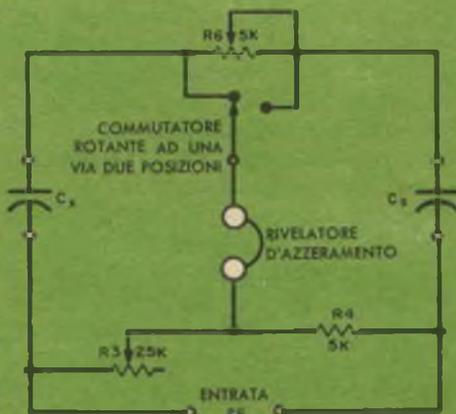

Fig. 4 - Un ponte di facile realizzazione con il quale è possibile ottenere una grande precisione.
**Costruzione di un ponte RC.** — Se desiderate costruire un ponte RC molto preciso per la misura di capacità, potrete seguire il circuito di *fig. 4*, per la cui alimentazione sarà necessario disporre di un oscillatore BF da 1.000 Hz, la cui tensione in uscita non è critica.